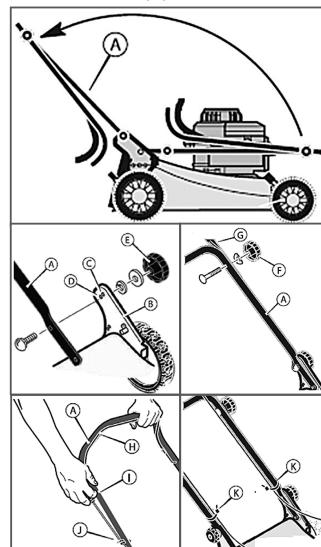

Рис. 2 Сборка газонокосилки
- Установите нижнюю часть А рукоятки в рабочее положение (Рис. 2).
- В скобе рукоятки (В) имеется два крепежных отверстия (Рис. 2). Используйте отверстие (С) для крепления рукоятки в верхнем положении. Используйте отверстие (D) для крепления рукоятки в нижнем положении.
- Закрепите отверстие в любом из отверстий (С) или (D), в соответствии с рисунком. Закрутите зажимы (E) до фиксации нижней части рукоятки.
- Снимите зажимы (F) и крепежные элементы с нижней рукоятки (A). Установите